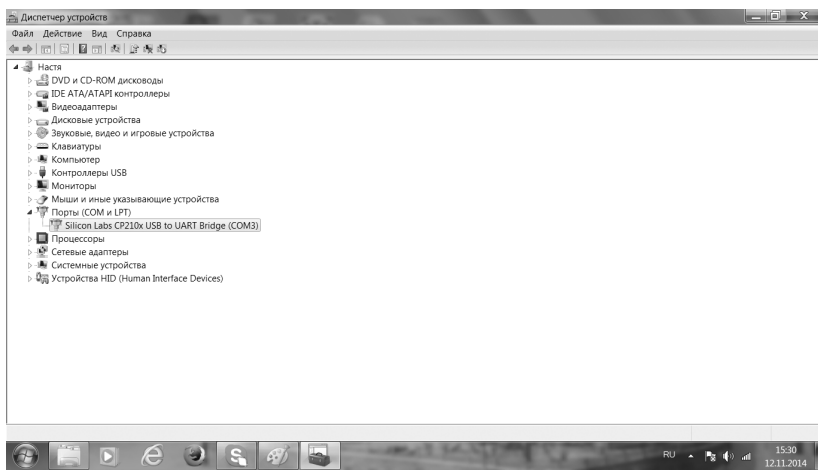

Рис. 14
3.12. Как мы видим в «Диспетчере устройств» наше устройство теперь опознано компьютером и находится во вкладке «Порты» (рис. 14).